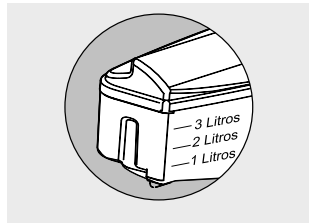

Figura 45
- Si el nivel del agua se reduce a más de la mitad, el caudal de suministro de agua se reducirá. (Figura 45).